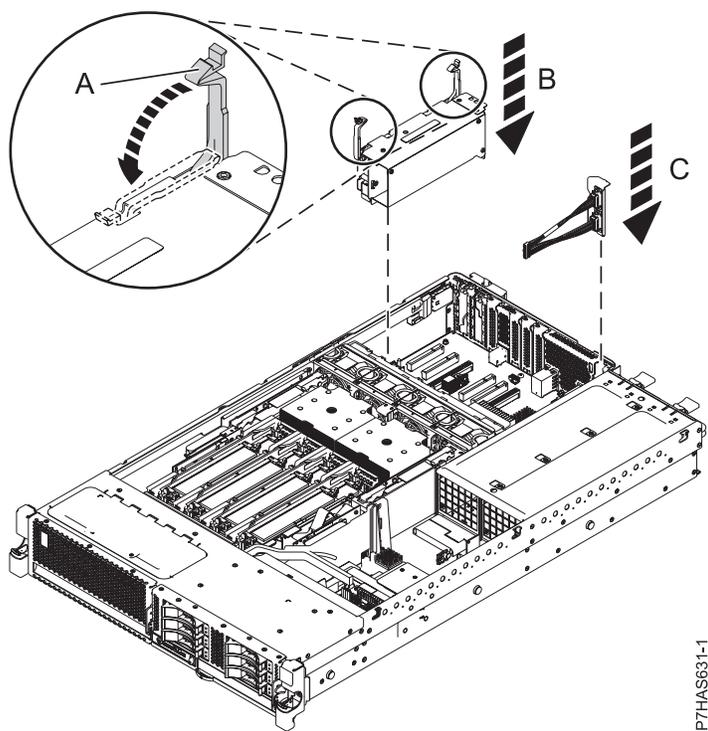

Figura 8. Sustitución del adaptador GX FC EJ0G de un sistema
1. Prepárese para instalar el adaptador nuevo estirando los pestillos (A) del adaptador (B) hasta la posición de abierto. La Figura 8 muestra la instalación del adaptador GX con el código de característica (FC) EJ0G en el sistema. El adaptador GX++ FC EJ0G (adaptador IB2 12X de 2 puertos con CD SPCN de 2 puertos) se instala en la ranura 2 (P1-C8) de GX y el cable SPCN de 2 puertos FC EJ0G se instala en la ranura 1 (P1-C1) de GX.
2. Sostenga con cuidado el nuevo conjunto del adaptador GX por los pestillos de plástico (A), como se muestra en la Figura 8, y alinee el conjunto del adaptador GX con la ranura GX 2 y su conector de la placa posterior del sistema.
4. Gire de forma uniforme los pestillos (A) a la posición de bloqueo, como se muestra en la Figura 8.